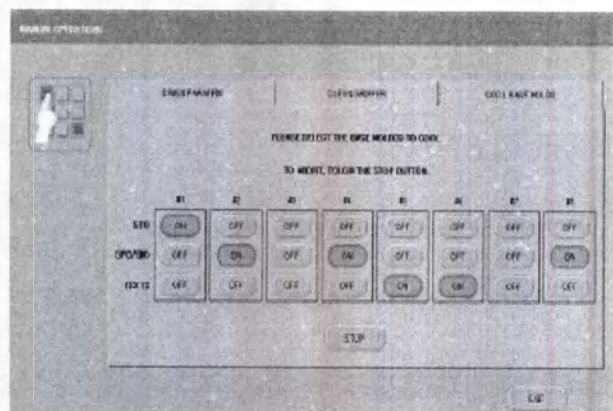

Рисунок 4W
3. На следующей карте базовой форм выберите базовую форму, где имеются кассеты, которые необходимо охладить (рис. 4W).